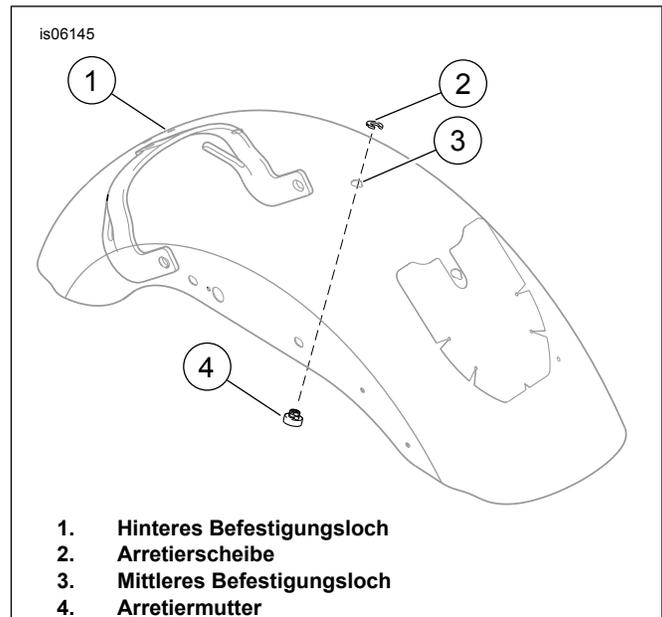
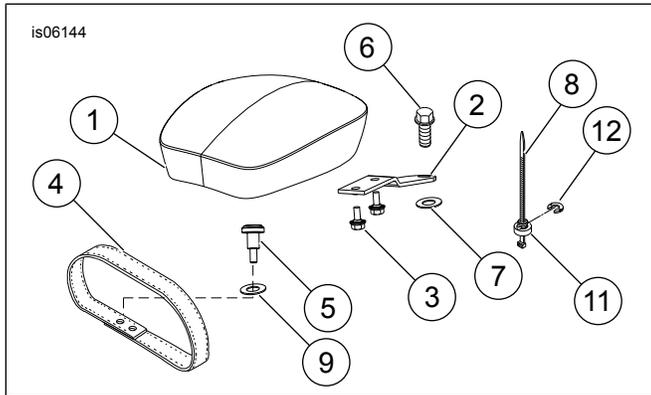

Abbildung 1. Schutzblechbefestigungslöcher
Abbildung 2. Ersatzteile: Soziussitz XL
Siehe Abbildung 2 und Tabelle 1.
- Siehe Abbildung 2. Als Montagehilfe kann ein Kabelbinder verwendet werden, mit dem sich die Arretiermutter und die Unterlegscheibe leichter einbauen lassen. Die Arretiermutter (11) so auf den Kabelbinder (8) stecken, dass die breitere Seite der Mutter auf der Öse des Kabelbinders aufsitzt. Den Kabelbinder von unterhalb des Schutzblechs durch das entsprechende Loch im Schutzblech hindurch stecken. Den Kabelbinder nach oben ziehen und fest an die Unterseite des Schutzblechs heranziehen.
- Die Nase an der Arretiermutter in die entsprechende Aussparung im Schutzblechloch gleiten lassen und die Arretierscheibe (12) von hinten her aufschieben. Hiermit wird die Arretiermutter an Ort und Stelle gesichert. Den Kabelbinder entfernen.
- Die Bundschraube (5) durch die Unterlegscheibe (9) und den Halteriemen (4) stecken und im mittleren Befestigungsloch (Abbildung 1, Teil 3) anbringen. Die Schraube fest anziehen.
- Siehe Abbildung 2. Die Schraube (6) durch die Befestigungshalterung (2) in das Hinterradschutzblech einführen.